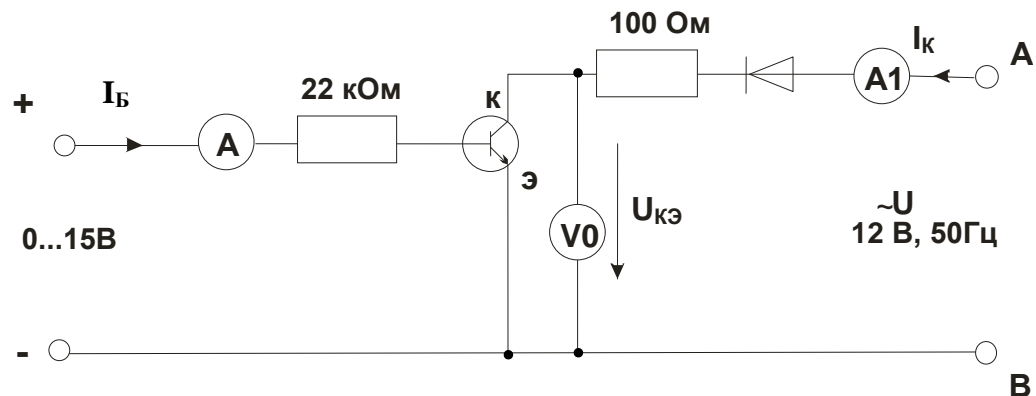

Рис. 4.2.2
- Соберите цепь согласно схеме (рис. 4.2.2). В этой цепи в качестве источника синусоидального напряжения используется линейное напряжение трехфазного генератора, а диод включен для исключения обратного напряжения на транзисторе. Приборы А1 и V0 – входы коннектора, служащие для вывода тока I_K и напряжения $U_{КЭ}$ на виртуальный осциллограф. Миллиамперметр А служит для измерения тока базы и может быть как мультиметром, так и виртуальным прибором.